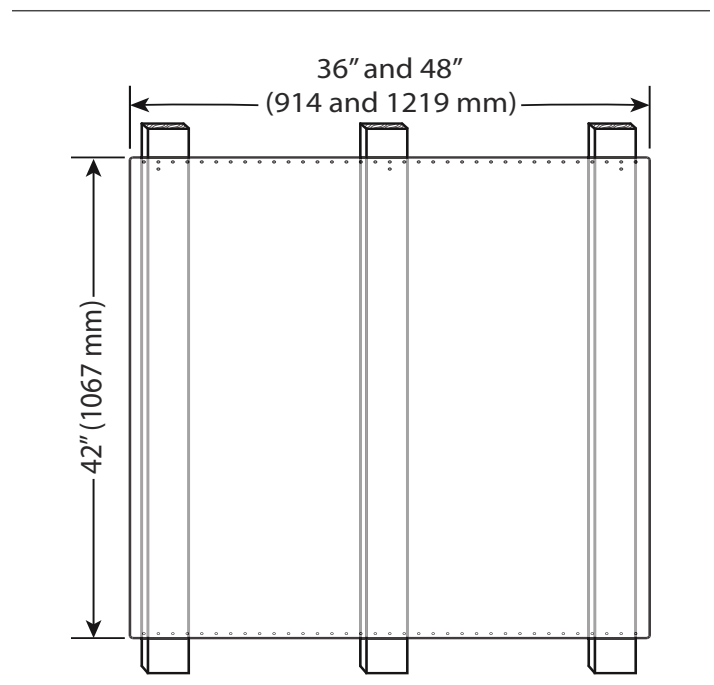

Figura 14: Instalación de la consola trasera
3. Utilice dos de los tornillos proporcionados para fijar las partes inferior y superior de la consola trasera de protección a cada travesaño de pared (vea la *Figura 14*).